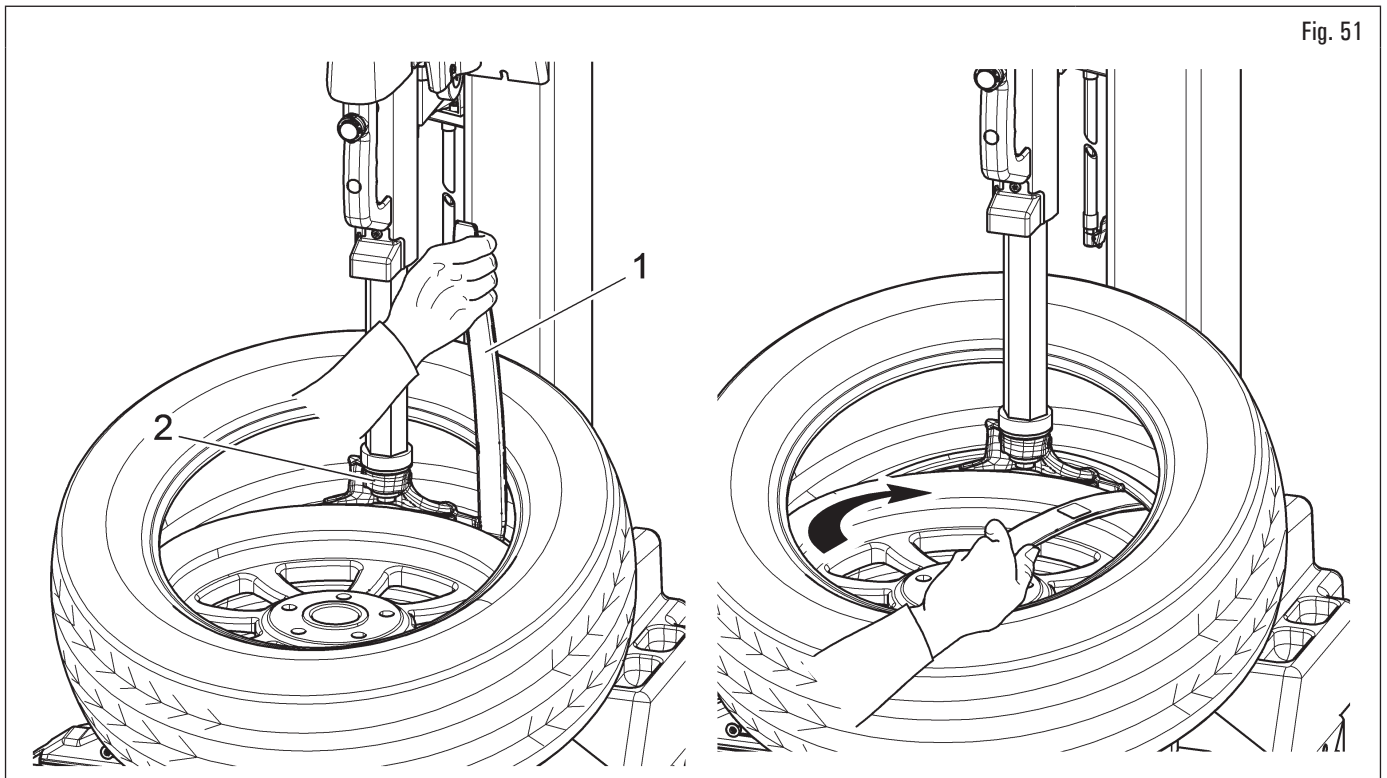

Fig. 51
7. con el auxilio de la palanca (Fig. 51 ref. 1) lleve el segundo talón del neumático a la uña de la cabeza útil (Fig. 51 ref. 2);
8. manteniendo la palanca (Fig. 51 ref. 1) en esta posición hacer girar el mandril en el sentido de las agujas del reloj hasta la total salida del neumático de la llanta;